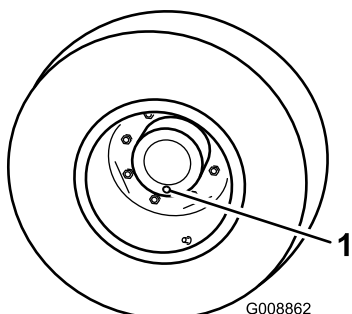

Figura 83
1. Con la macchina parcheggiata su una superficie piana, posizionate la ruota in modo che un tappo di controllo si trovi nella posizione inferiore (ore 6) (Figura 83).